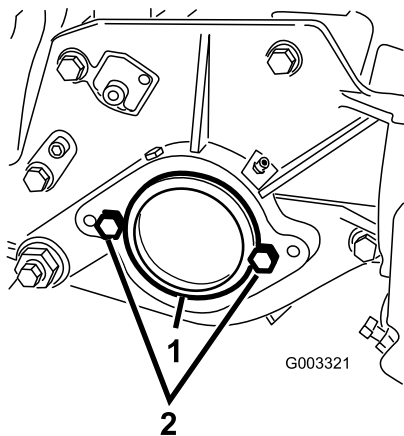

图7
- 在滚刀组右侧，从轴承座中取下塑料盖(图7)。
- 从右侧板卸下 2 个平头螺丝(图7)。
- 平头螺丝 (2)
- 将 2 个滚刀马达安装平头螺丝，宽松地安装至滚刀组左侧板(图7)。